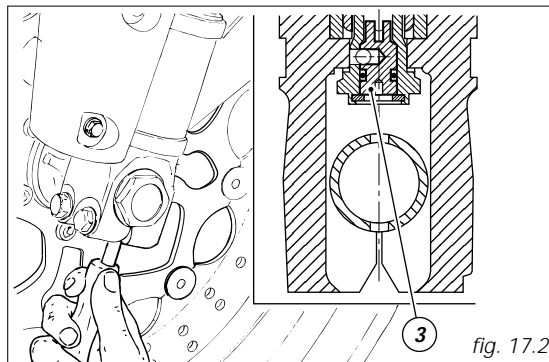

fig. 17.2
- 3) (fig. 17.2) per modificare il freno idraulico in compressione.